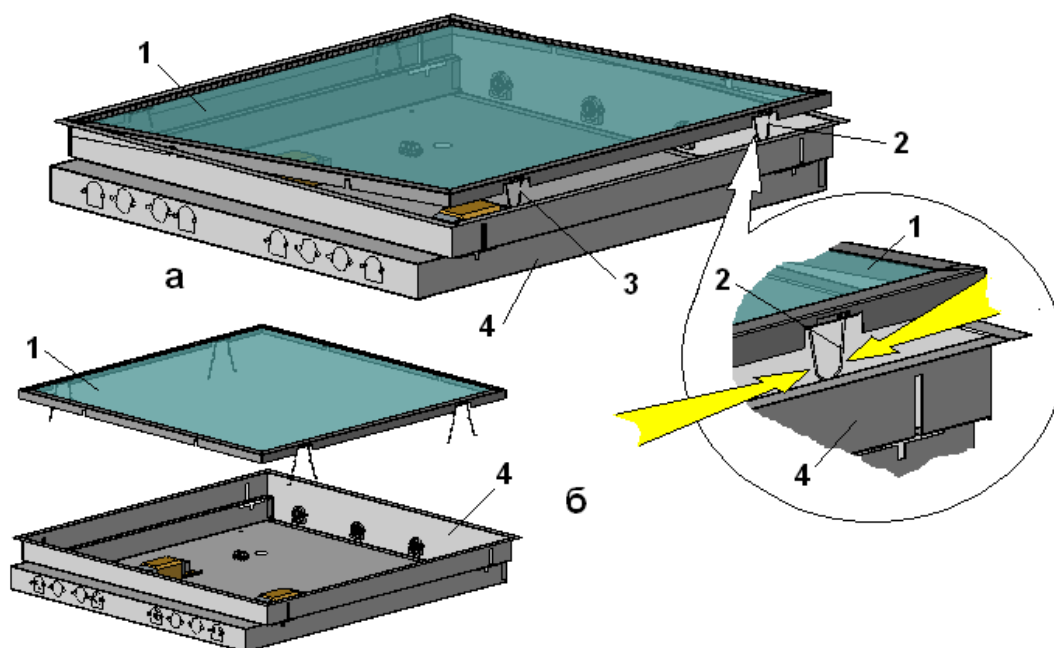

Рис. 3. Отсоединение и снятие плафона
6.1. Извлеките светильник из упаковки. Снимите рассеиватель, для этого подцепите плоским предметом (отвёрткой, лезвием ножа, ногтем и т.п.) рамку рассеивателя 1 и приподнимите край рамки до полного выхода пружин-защёлок 2 и 3 (рис. 3а) из корпуса 4 светильника. Сжав
пальцами обе пружины-защёлки, как указано жёлтыми стрелками, полностью извлеките пружины-защёлки 2 и 3 из корпуса 4. Прделав такую же операцию со второй стороны рассеивателя, снимите его с корпуса (рис. 3б).